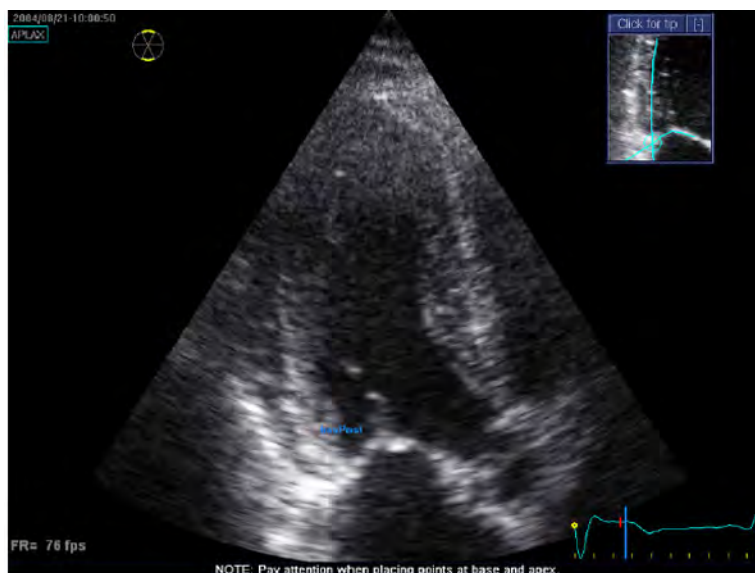

Рис. 13-110. Выбор исследуемой области
3. Для определения ИО установите три точки на границе эндокарда; две точки в основании и одну в вершукше (см. Рис. 13-110). При размещении этих трех точек следуйте указаниям, отображаемым рядом с указателем и в строке состояния.